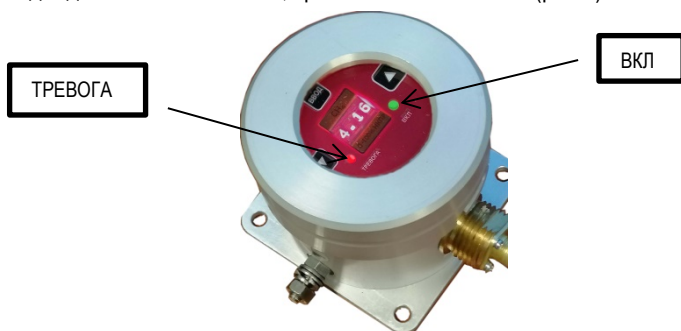

Рисунок 2 Индикатор ГСО-Р1И
1.4.5 При поставке газоанализатора ГСО-Р1 в конфигурации «с индикатором ГСО-Р1И» текущее состояние прибора отображается на индикаторе. На его передней панели имеются два светодиода: зеленый – «ВКЛ», красный – «ТРЕВОГА» (рис.2).